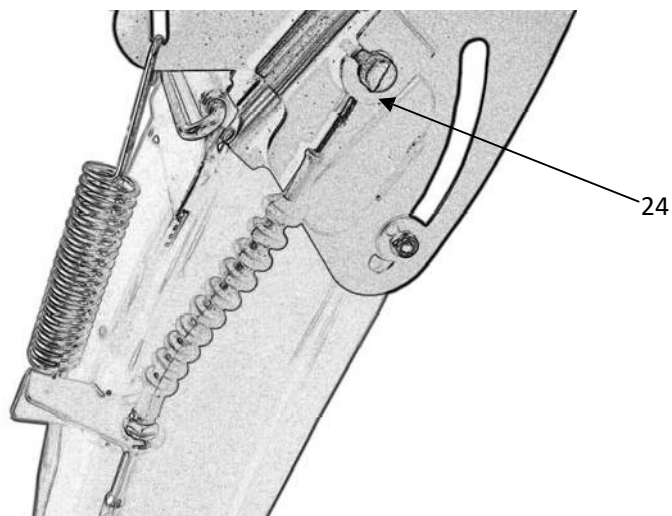

Figur 7
5. Montering av utkastet: Placera plastringen (16) under utkastet (17) i utkasthållaren (18), se figur 7. Fäst utkastets klämma (19) och de två brickorna (20) med skruvar (21), M6 brickor (22) och M6 låsmuttrar (23), se figur 8.